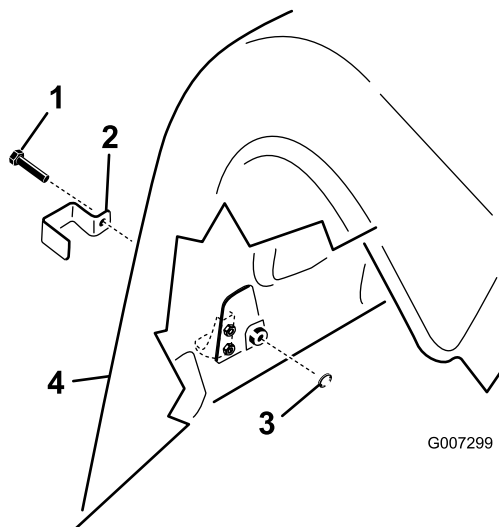

図 18
- プロコア 864 モデルでは、タップボルト 全部で 4 本 を使用して左右の後下側フードと上側フードのラッチにロックブラケットを取り付ける; 図 18 を参照。
2. プロコア 1298 モデルでは、タップボルトコアリングヘッドあたり3本、全部で6本を使用して、左右の後部うカバーの後下側フードのラッチと外側の上フードのラッチにロックブラケットを取り付ける; 図 18を参照。
3. プライヤかモンキーレンチを使って、内部ロックワッシャを各ボルトに入れて 1 山か 2 山 ラッチを固定する 図 18。